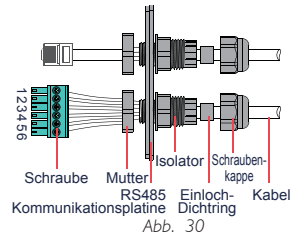

Abb. 30
1. Ziehen Sie das DRED-Kabel durch die Platte (siehe Abb. 30).